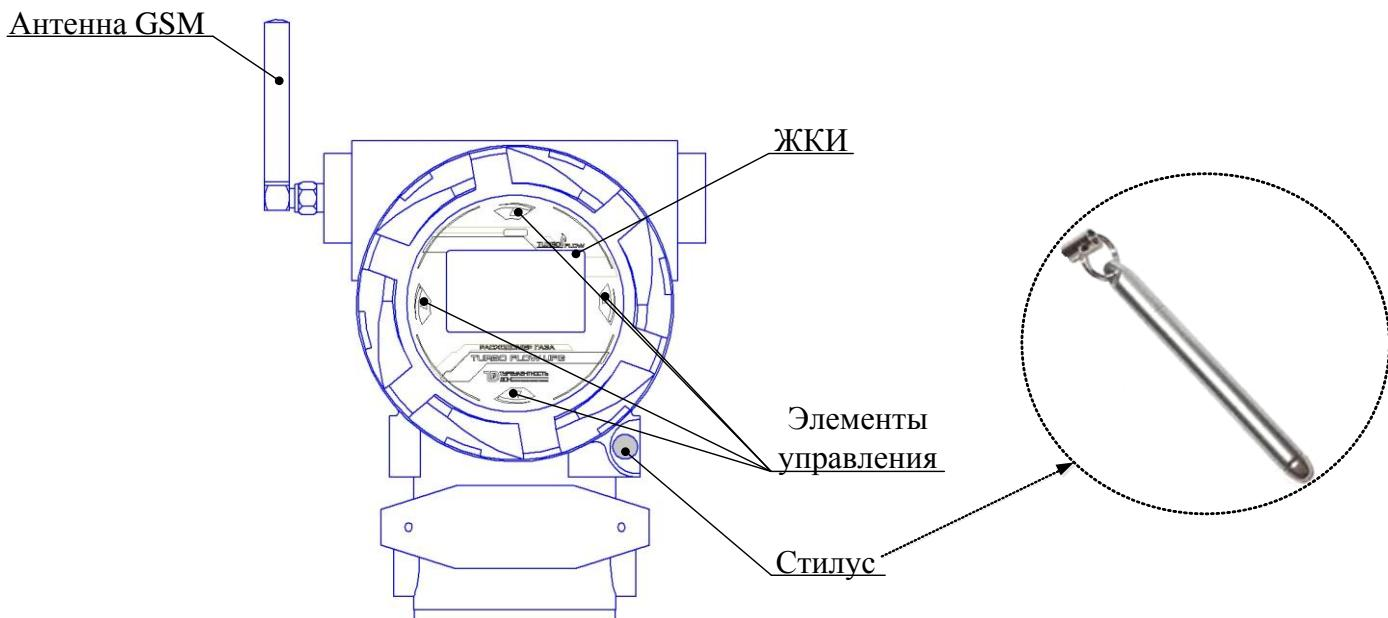

Рисунок 11
2.6.15 Для взрывозащищенного исполнения Exd ПР (в зависимости от заказа), контроль работы расходомера осуществляется при помощи показывающего устройства, встроенного в ПР, и элементов управления с помощью стилуса (рисунок 11). В качестве показывающего устройства используется ЖКИ.